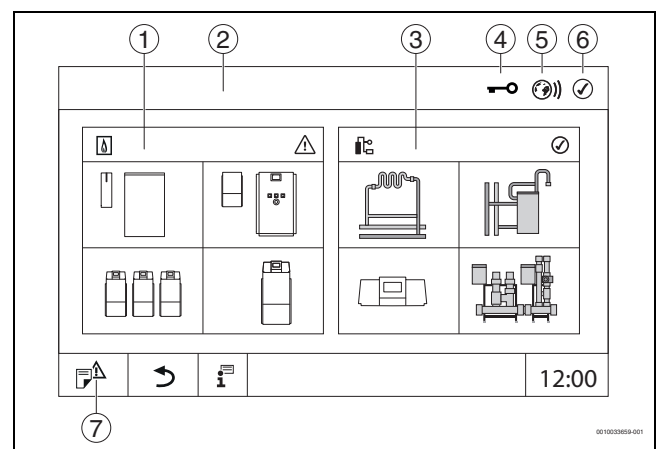

Bild 3 Systemübersicht (Beispiel)
- **Anlage** antippen (→ Bild 3, [3], Seite 7).